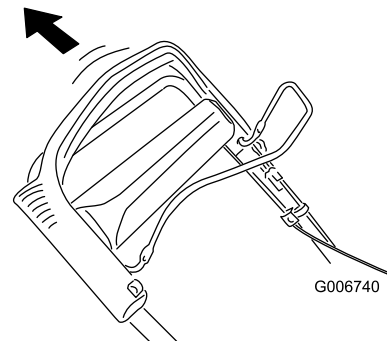

Figura 27
2. Tire hacia atrás todo lo posible del manillar superior (Figura 27).